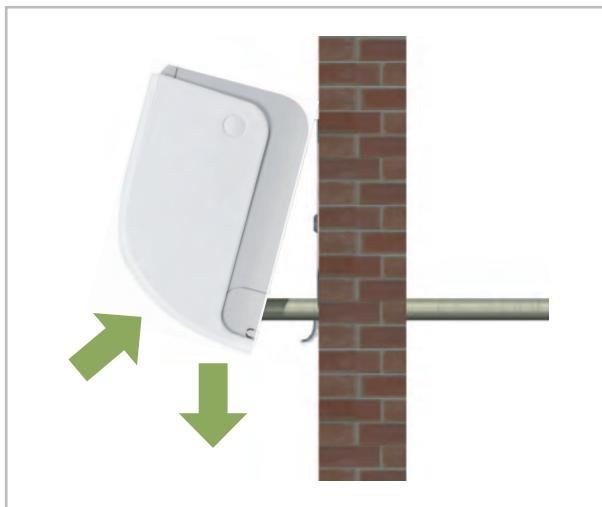

Abb. 27: Waagerechte Ausrichtung
5. ➤ Überprüfen Sie nochmals die waagerechte Ausrichtung des Gerätes. (Abb. 27)